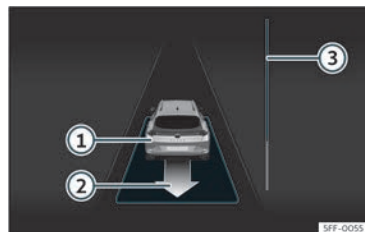

Fig. 193 Sul display del quadro strumenti: uscire da un parcheggio in linea.
- Retrocedere finché non si sentirà il segnale continuo del ParkPilot; **OPPURE:** spostarsi in retromarcia finché nel display del quadro strumenti non comparirà l'indicazione di spostarsi con la marcia in avanti. La barra di avanzamento >>> **fig. 193**  indica la distanza che si deve percorrere >>> pag. 297.